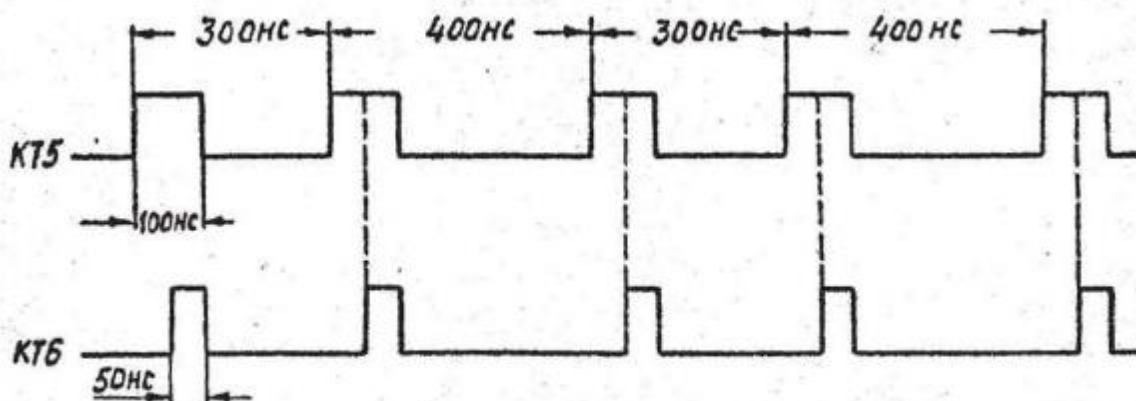

Рис. 5
3.8.5. Подключить вход «Y» первого канала осциллографа к контрольной точке КТ5. Подключить вход «Y» второго канала осциллографа к контрольной точке КТ6. Синхронизации осциллографа - внутренняя, по положительному фронту входного сигнала от первого луча. Временная диаграмма наблюдаемых сигналов должна соответствовать рис. 5. Взаимное расположение сигналов на экране осциллографа, соответствующее рис. 5, достигается попеременным вращением движков переменных резисторов R55 и R56.